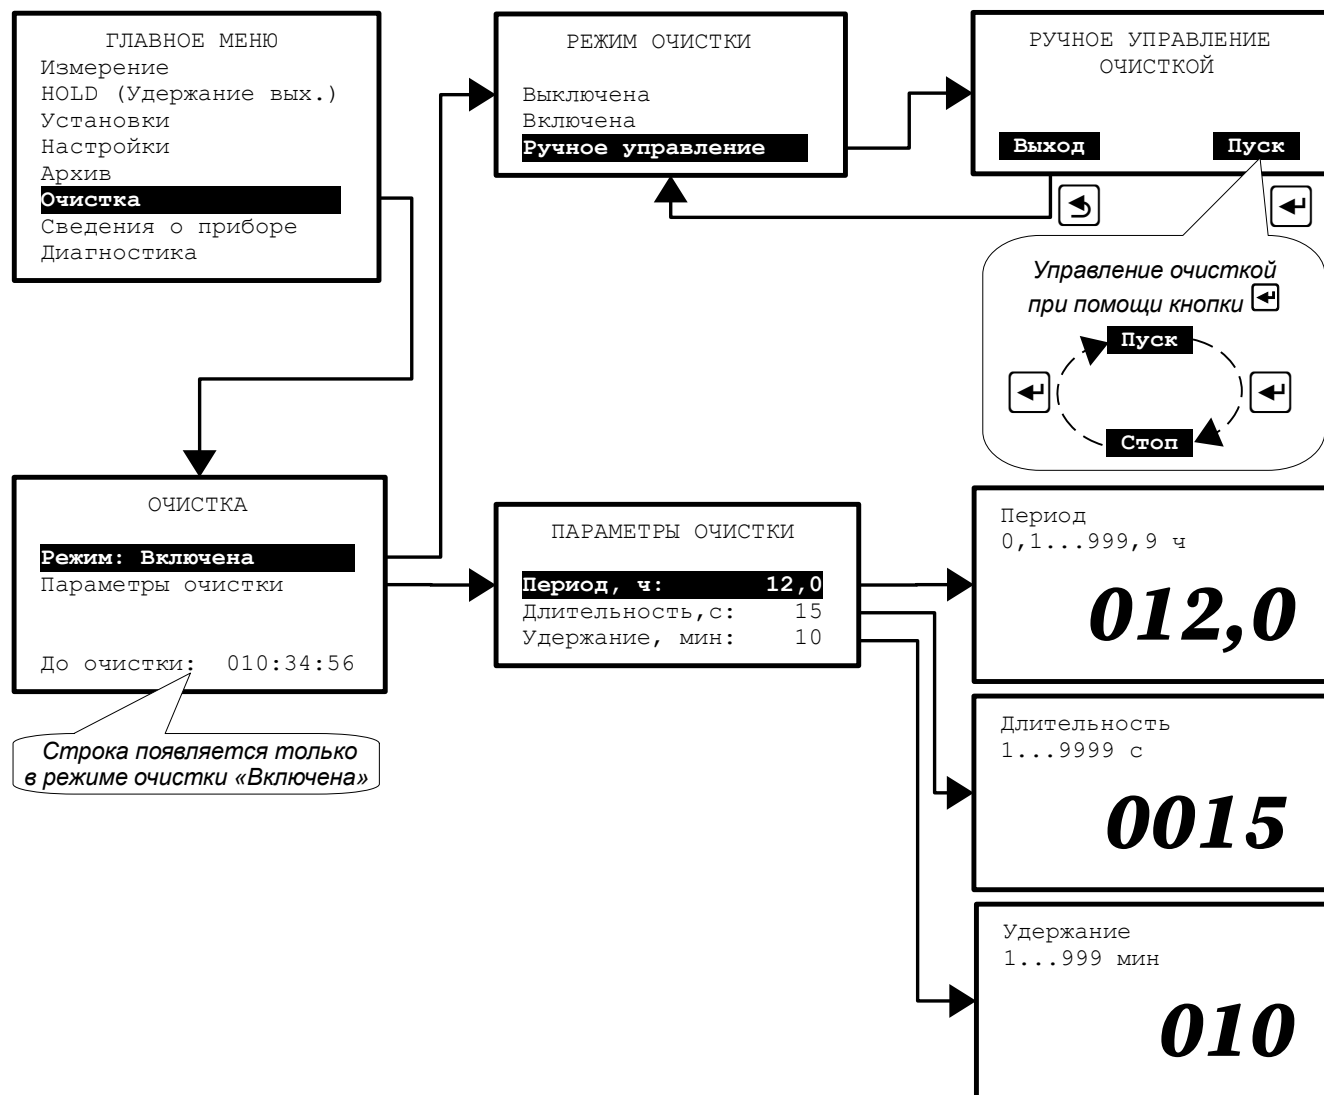

Рисунок 22 - Настройка режима очистки датчиков
10.3.10.3 В окне «ОЧИСТКА» (Рисунок 22) настраивается режим очистки датчиков с помощью внешнего оборудования под управлением контроллера: